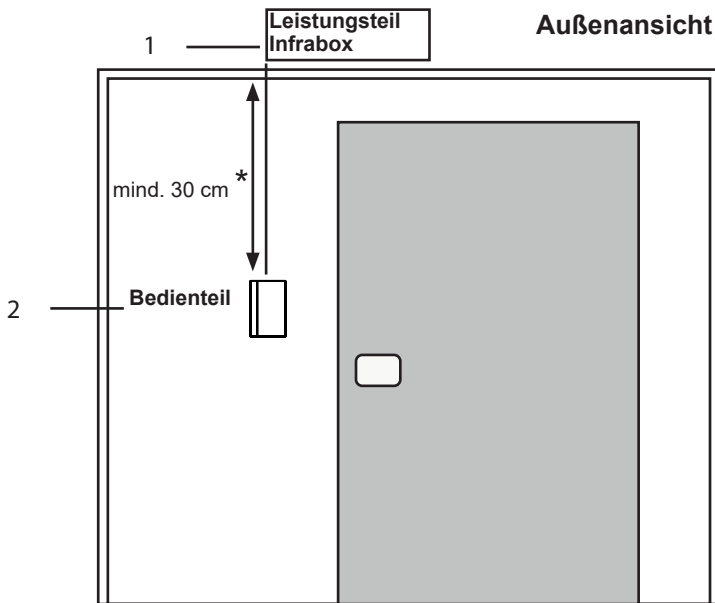

Abb.2 Position Bedienteil
Das Bedienteil 2 der Infrarotsteuerung wird an der Kabinen-Außenwand im maximalen Abstand von 10 Metern zum Leistungsteil 1 montiert (siehe Abb. 2). Für die Montage wird beispielsweise eine handelsübliche Stichsäge benötigt um die Ausnehmung für das Bedienteil zu schneiden. Das Bedienteil kann sowohl in der Kabine als auch außerhalb der Kabine montiert werden.
* Bei Montage innerhalb einer Infrarotkabine ist ein Mindestabstand von 30 cm zur Kabinendecke einzuhalten (siehe Abb.2 Position Bedienteil auf Seite 11).